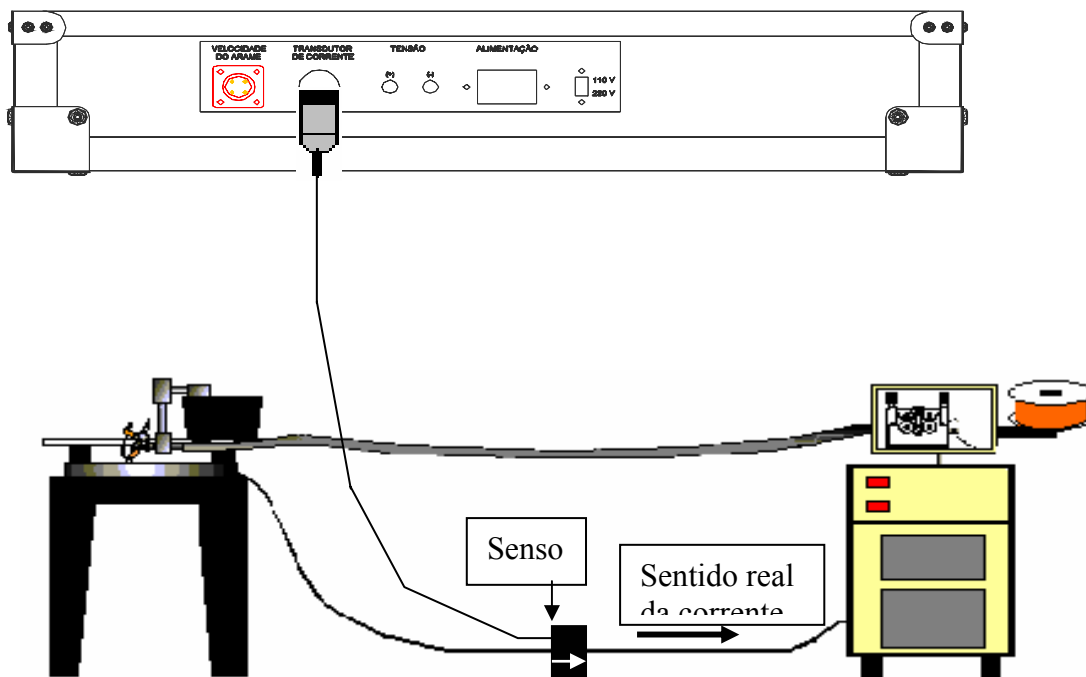

Fig. 5: Conexão para aquisição de corrente.
3.3.2 - Conexão da corrente: deve-se colocar o sensor Hall no cabo terra com a seta apontando para a fonte, conforme Fig. 5.